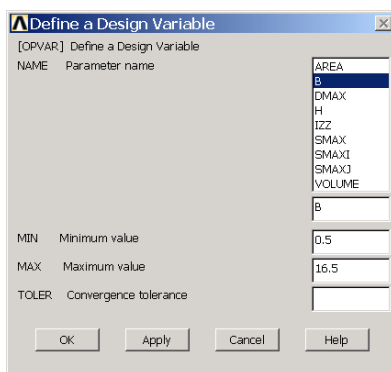

图12.8 定义设计变量B
(2) 单击【Design Variables】对话框中的 **Add...** 按钮，弹出如图 12.8 所示的【Define a Design Variable】对话框。在【Parameter name】列表框中选择截面宽度【B】，然后在【Minimum value】文本框中输入宽度下限【0.5】，在【Maximum value】文本框中输入宽度上限【16.5】，单击【APPLY】按钮。